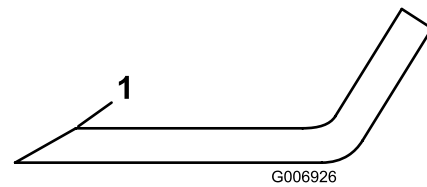

Figura 73
3. Inspeccione los filos de corte de todas las cuchillas. Afílelos si están romos o tienen mellas. Afile únicamente la parte superior del filo y mantenga el ángulo de corte original para asegurar un filo correcto (Figura 73). La cuchilla permanecerá equilibrada si se retira la misma cantidad de metal de ambos bordes de corte.